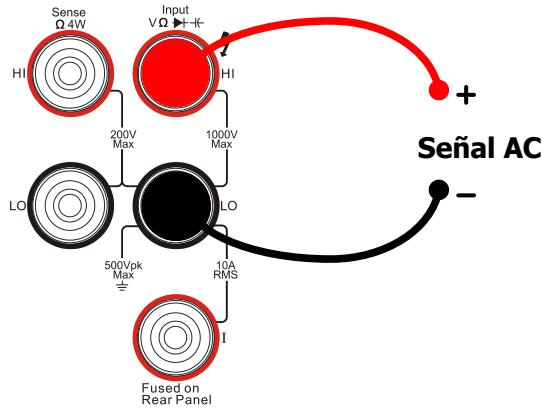

Figura 2-33 Esquema de conexiones
1. Conecte la punta de prueba roja al terminal de entrada HI y la negra al terminal LO como se ve en la Figura 2-33.